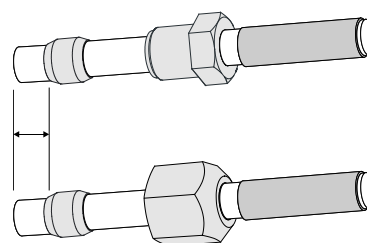

Рис. 15
**При надлежащем монтаже компрессионное кольцо должно быть надежно закреплено на расстоянии не менее 2–3 мм от конца трубки. При меньшем расстоянии укоротите трубку и повторите операцию (рис. 15).**